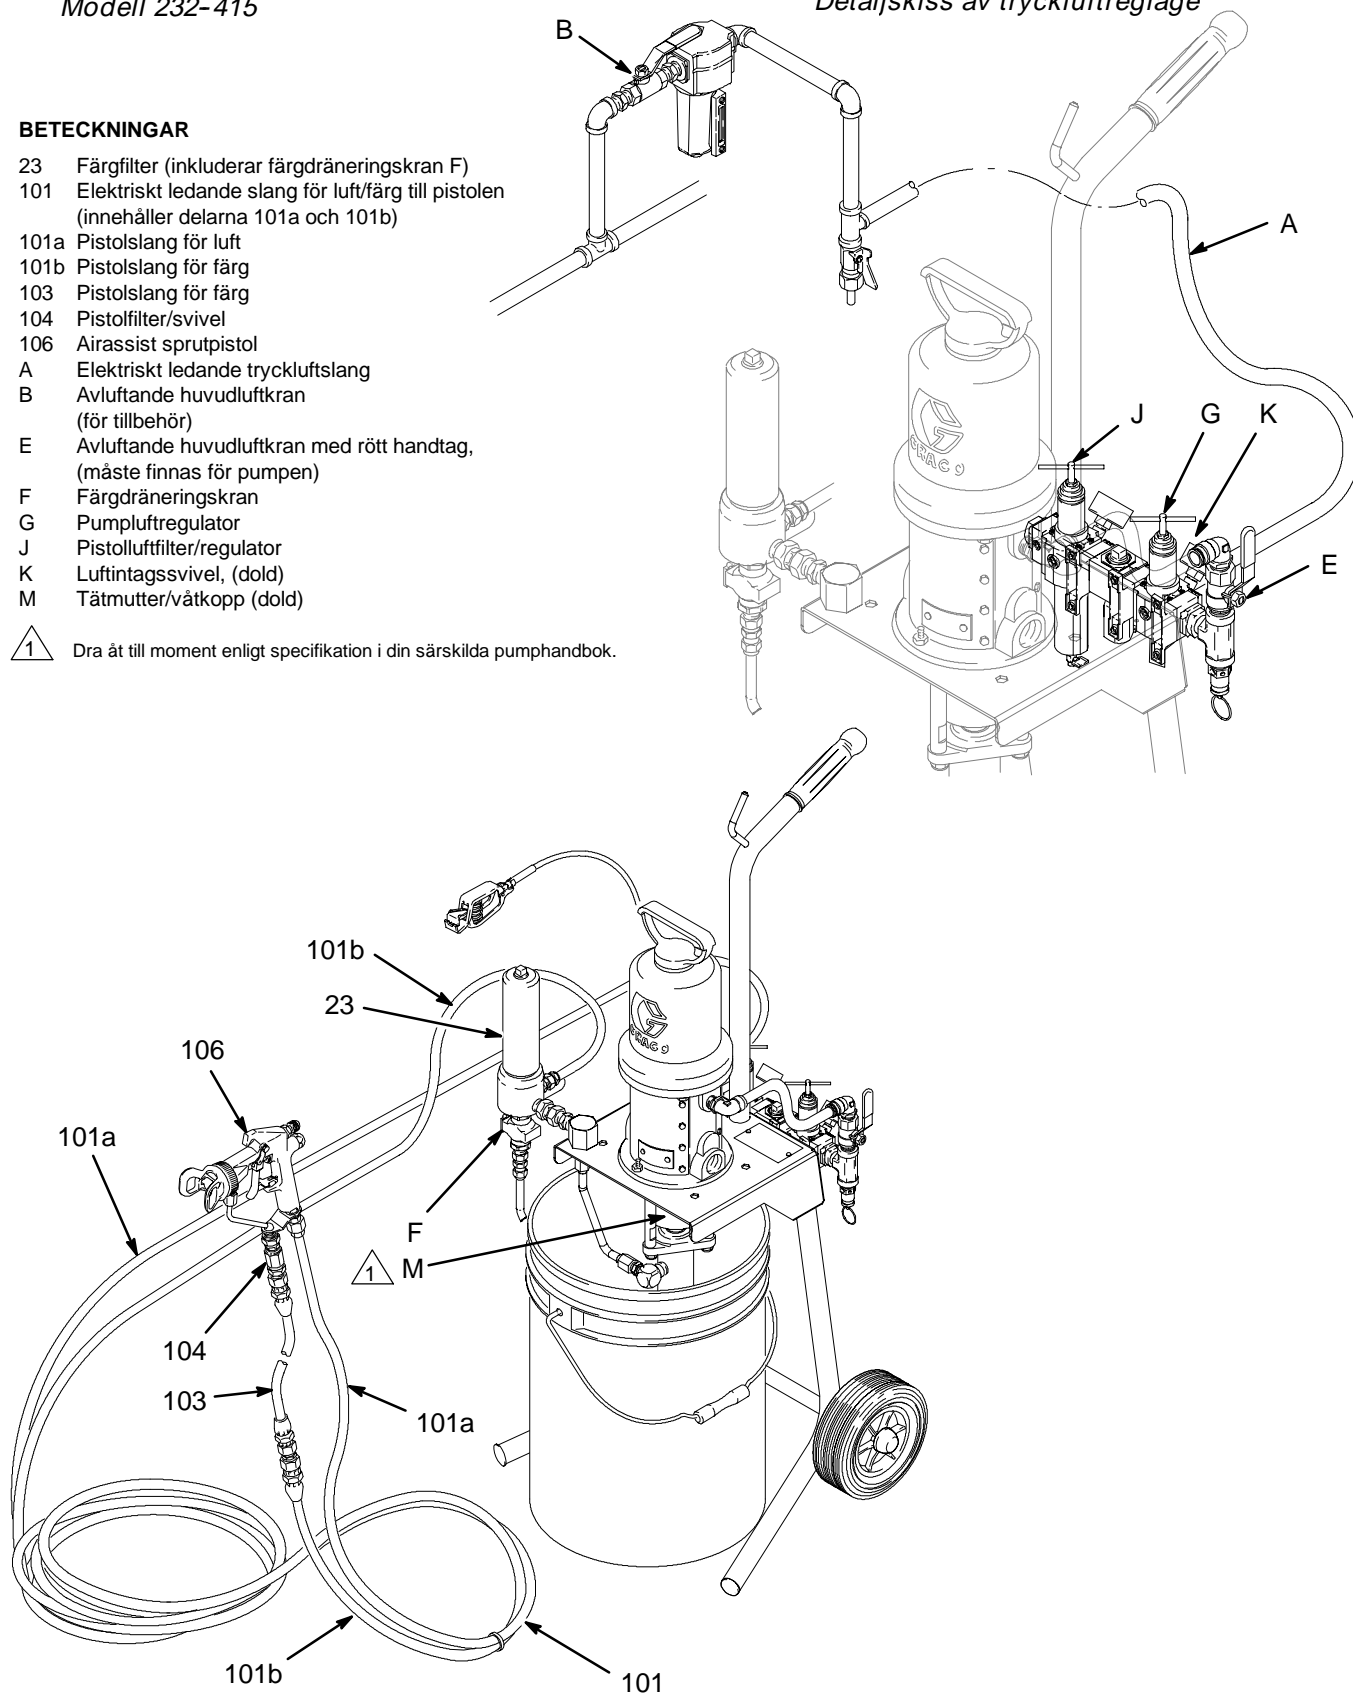

Fig. 3
2. Stäng den avluftande huvudluftkranen med rött handtag (E, måste finnas i systemet). Se Fig. 3.
Fyll tätmuttern (M) till 1/3 med Graco halstätningvätska (TSL) eller motsvarande lösning, innan pumpen startas. Se Fig. 3.
1. Se Fig. 3. Demontera munstycksskyddet och munstycket från pistolen (106). Se pistolhandboken.
2. Stäng pistolens luftfilter/regulator (J), tryckluftregulatorn (G) till pumpen och de avluftande luftkranarna (B, E).
3. Stäng färgdräneringskranen (F).
4. Skruva i tryckluftkopplingen (A) i luftintagsviveln (K).